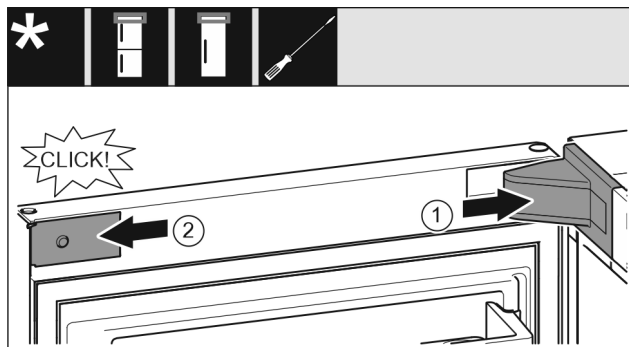

Fig. 23
- ▶ Namestite pokrov in ga zataknite, po potrebi ga previdno potisnite narazen. Fig. 23 (1)
- ▶ Ob strani namestite zaslonko in jo zataknite. Fig. 23 (2)